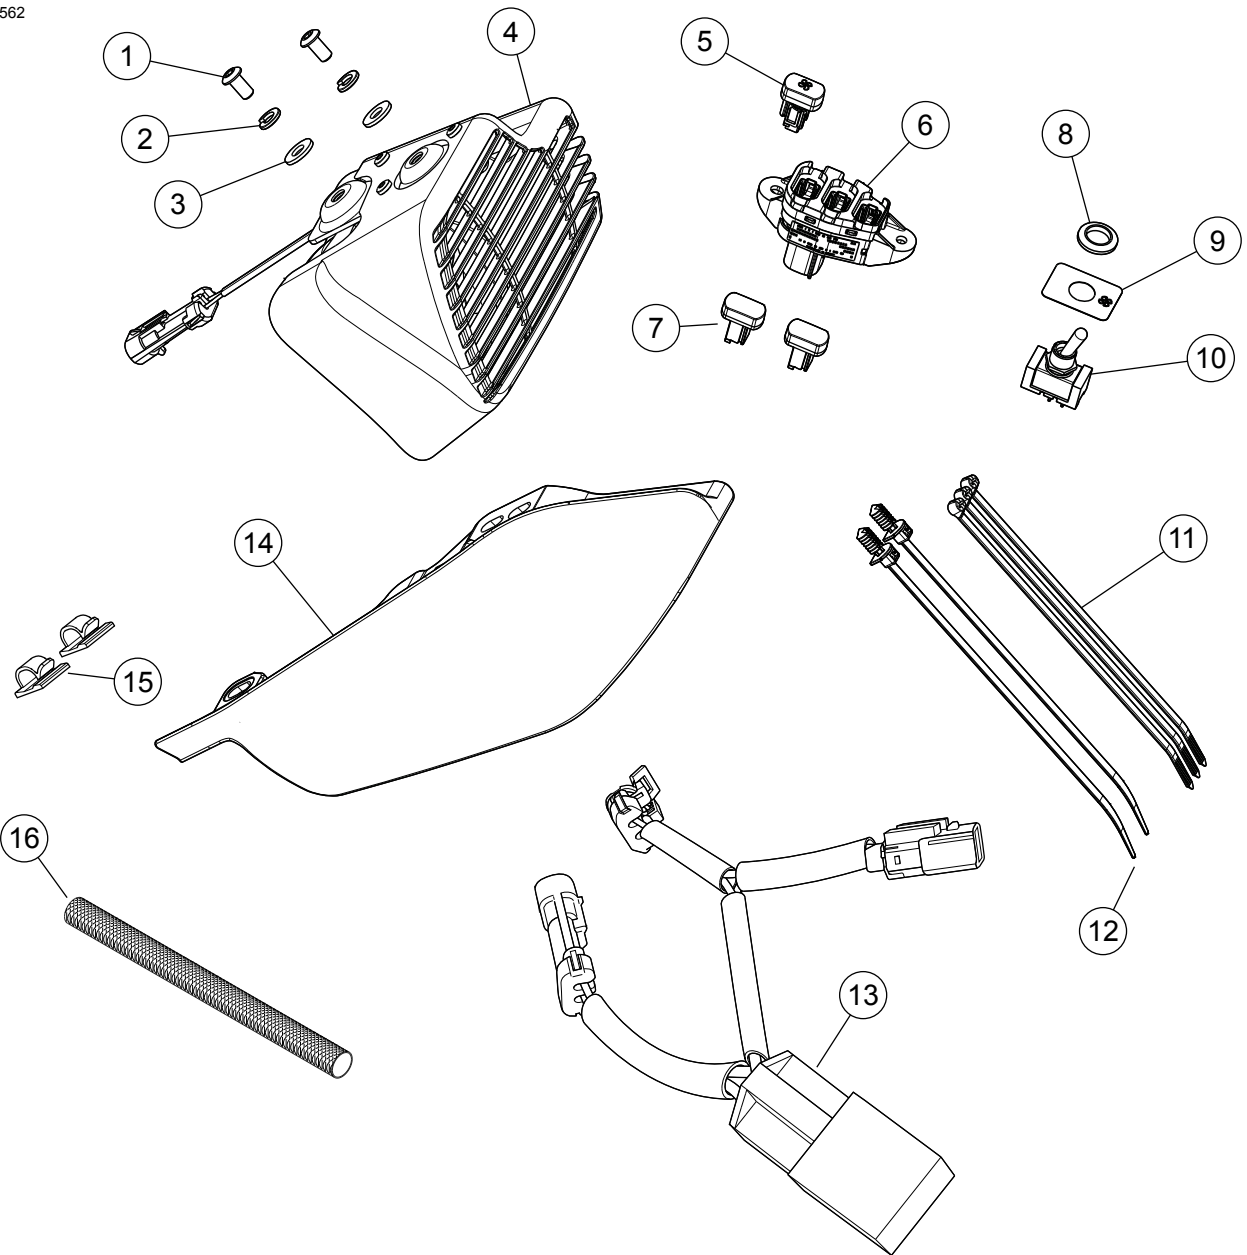

Abbildung 7. Ersatzteile: Lüftersatz
Siehe Abbildung 7 und Tabelle 1.
1. Siehe Abbildung 7 >. Falls zuvor vorhanden, einen neuen Mittelrahmen-Abweiser (13) installieren.
5. Siehe Abbildung 7 >. Den Lüfterschalter einbauen.
- a. **Verkleidete Fahrzeuge:** Schalttafel (6) und Lüfterschalter (5) einbauen. Siehe Werkstatthandbuch.